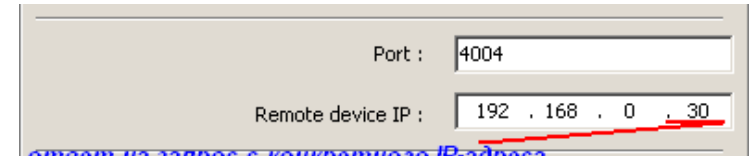

Рис. 7.
- работа с устройством, имеющим статический IP-адрес (см. рисунок 7);